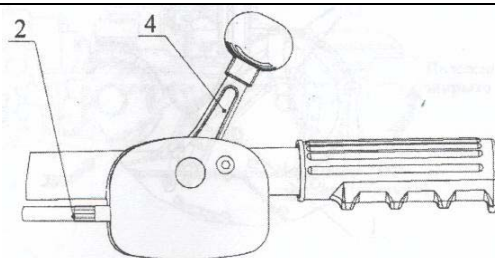

Рис. 8
6. Изменение скорости движения мотоблока производите перемещением рычага газа 4 (см. Рис. 8)
8. Для остановки двигателя переместите рычаг газа 4 (см. Рис. 8) в положение «СТОП» (крайнее положение на себя).
- Рычаг газа 4 (см. Рис. 8) используйте не более чем на 2/3 его хода.
**▲ ПРЕДУПРЕЖДЕНИЕ:** Пока вы не приобретете навыки обращения с мотоблоком, начинайте работу при положении ручки газа 4 (см. Рис. 8) в среднем положении.